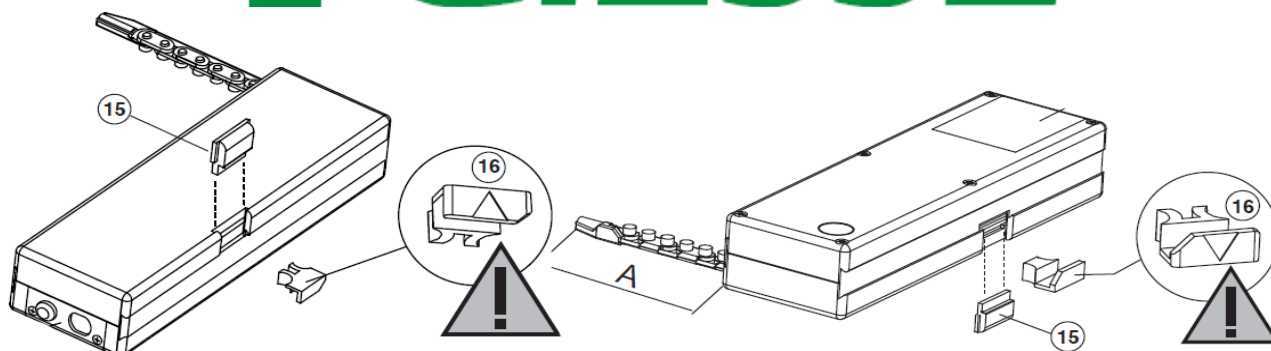

Рис.7 Регулировка хода цепи
**Регулировка хода цепи рис.7**
- снимите крышку (15) с корпуса привода (1), запустите привод на открытие до тех пор, пока в образовавшемся окне появится стопор (16).
- вытащите стопор (16) из цепи,
- вставьте стопор (16), соблюдайте правильность размещения стопора см. рис.7.
- установите крышку (15).